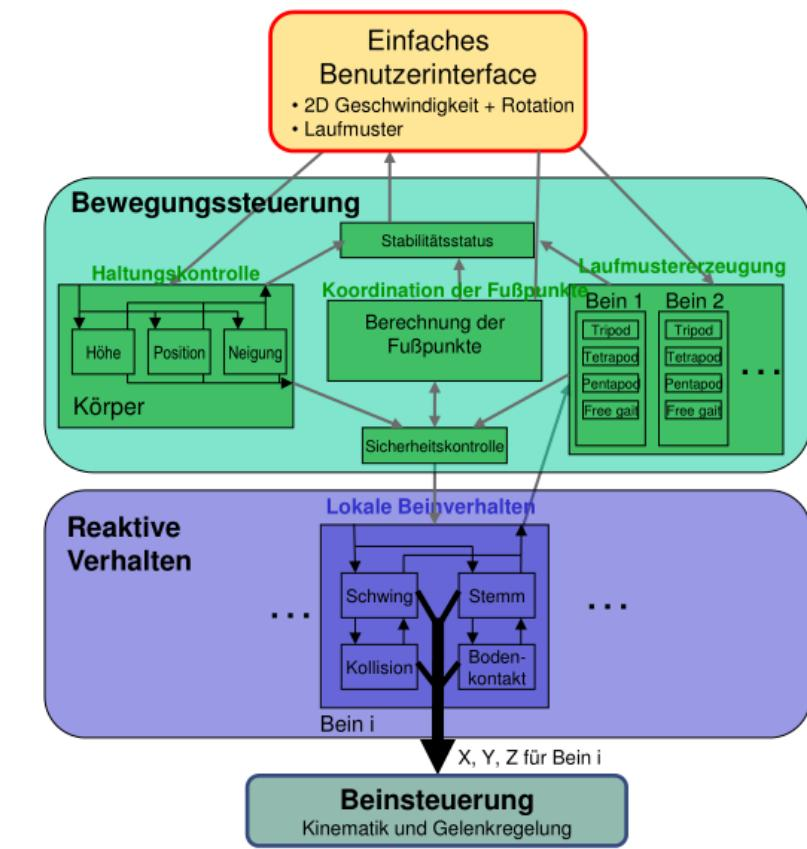

Abbildung 51: Steuerung von LAURON
**Elementare Bewegungssteuerung in der Robotik:** Verhaltensbasierte Steuerung der sechsbeinigen Laufmaschine LAURON (vgl. Abbildung 51)